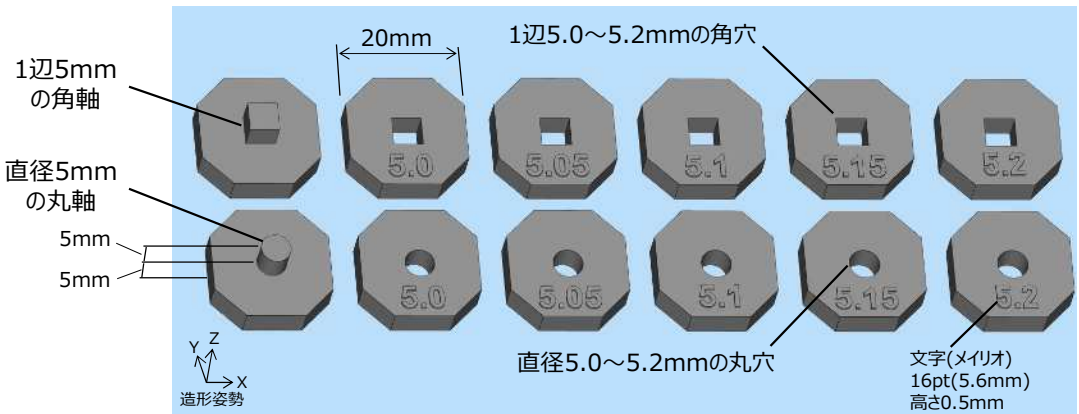

図1 3Dデータ
**検討方法** 1. サンプル形状の3Dデータを作成 (図1)
表1 造形条件 (丸軸プレート(図1の左下) 1個あたり)